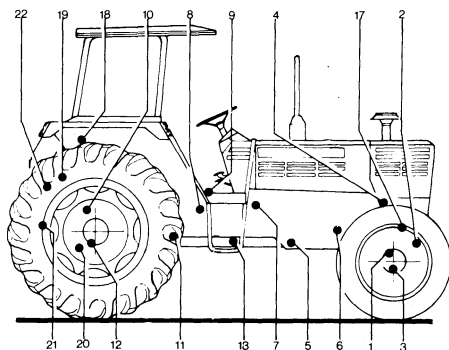
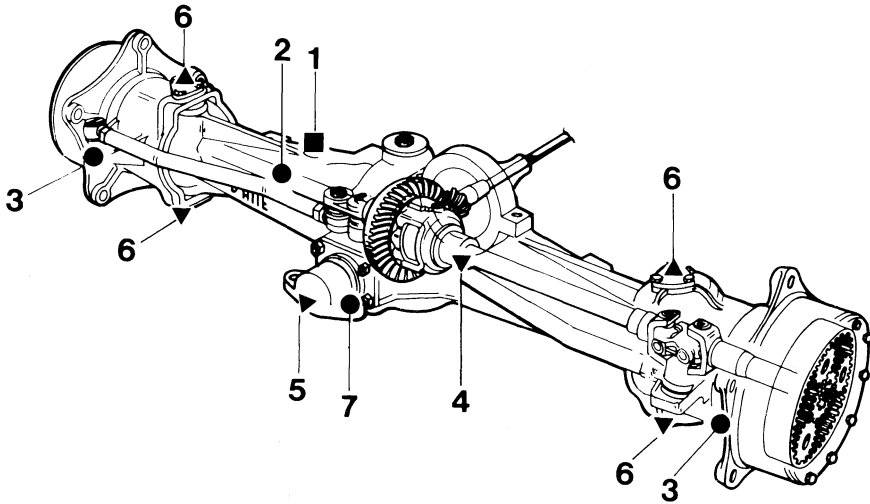

Fig. 29
Fig. 30
POINTS DE GRAISSAGE (fig. 29)
- Vidange huile moteur (4 et 5 fig. 29)
Contrôle niveau huile moteur (6 fig. 29)
Graissage coussinet butée d'embrayage (7 fig. 29)
Graissage pivot central oscillant essieu avant (2 fig. 29) et pont avant (4 et 5 fig. 30)
Graissage pivot vérin direction hydrostatique (17 fig. 29)
Graissage levier de réglage et engrenages (22 fig. 29) tirant de relevage droit
Graissage tirant de relevage station automatique de contrôle (22 fig. 29).
Graissage arbre porte-bras de traction (20 fig. 29)
Graissage coussinets fourches moyeux roues (6 fig. 30)
Graissage support central arbre de transmission (13 fig. 29)
Vidange huile moteur (4 et 5 fig. 29)
Contrôle niveau huile boîte de vitesses-différentiel (8 et 10 fig. 29)
Contrôle niveau huile différentiel avant (2 fig. 30).
Contrôle niveau huile moyeux roues avant (3 fig. 30).
Contrôle niveau huile station automatique de contrôle (18 fig. 29)
(Seulement 2 RM) Nettoyage et graissage coussinets moyeux des roues AV (3 fig. 29).
(Seulement 4 RM) Changement huile moyeux roues avant (3 fig. 30)
(Seulement 4 RM) Changement huile du différentiel avant (1 et 7 fig. 30).
Vidange huile boîte de vitesses-différentiel (8-9-10-11-12 fig. 29)
Vidange huile station automatique de contrôle (18 et 19 fig. 29).